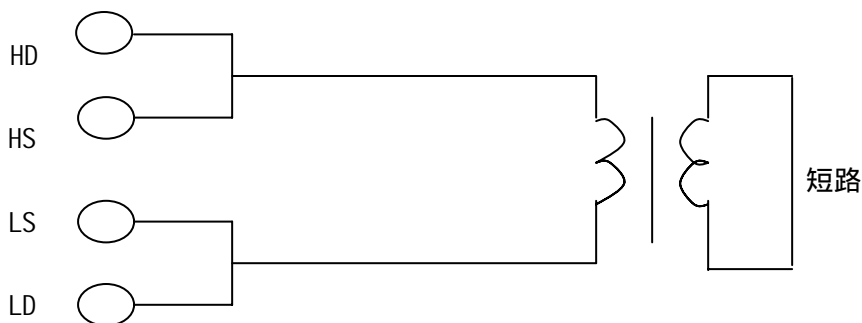

图 5-8 漏电感的测量
**漏电感的测量：**将次级短路测量初级电感量，可测量得到漏感量。见图 5-8。